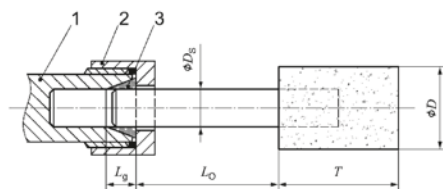

Рис. 1: Длина зажима зажимного патрона и цангового зажима
- Следите за тем, чтобы допустимая частота вращения малых шлифовальных кругов снижалась при увеличении длины стержня между концом цангового зажима и малого шлифовального круга (вылет). Соблюдайте минимальную длину зажима 10 мм. (См. рис. 1 и рекомендации производителя малых шлифовальных кругов.)